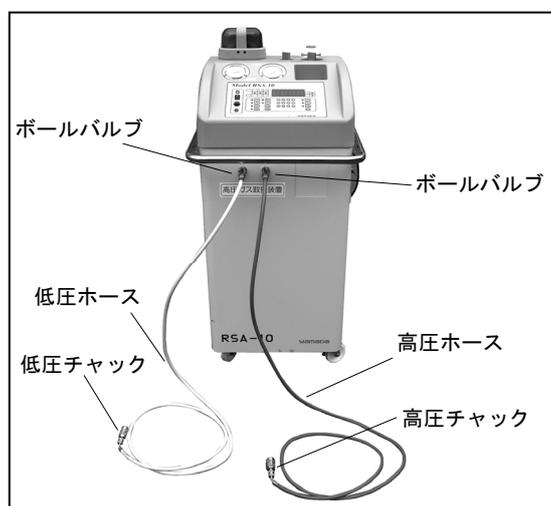

Fig.4.3
- 1) 低圧側回収口のボールバルブに、低圧用ホース（付属品）、低圧クイックチャック（付属品）を接続してください。(Fig.4.3)
- 2) 高圧側回収口のボールバルブに、高圧用ホース（付属品）、高圧クイックチャック（付属品）を接続してください。(Fig.4.3)